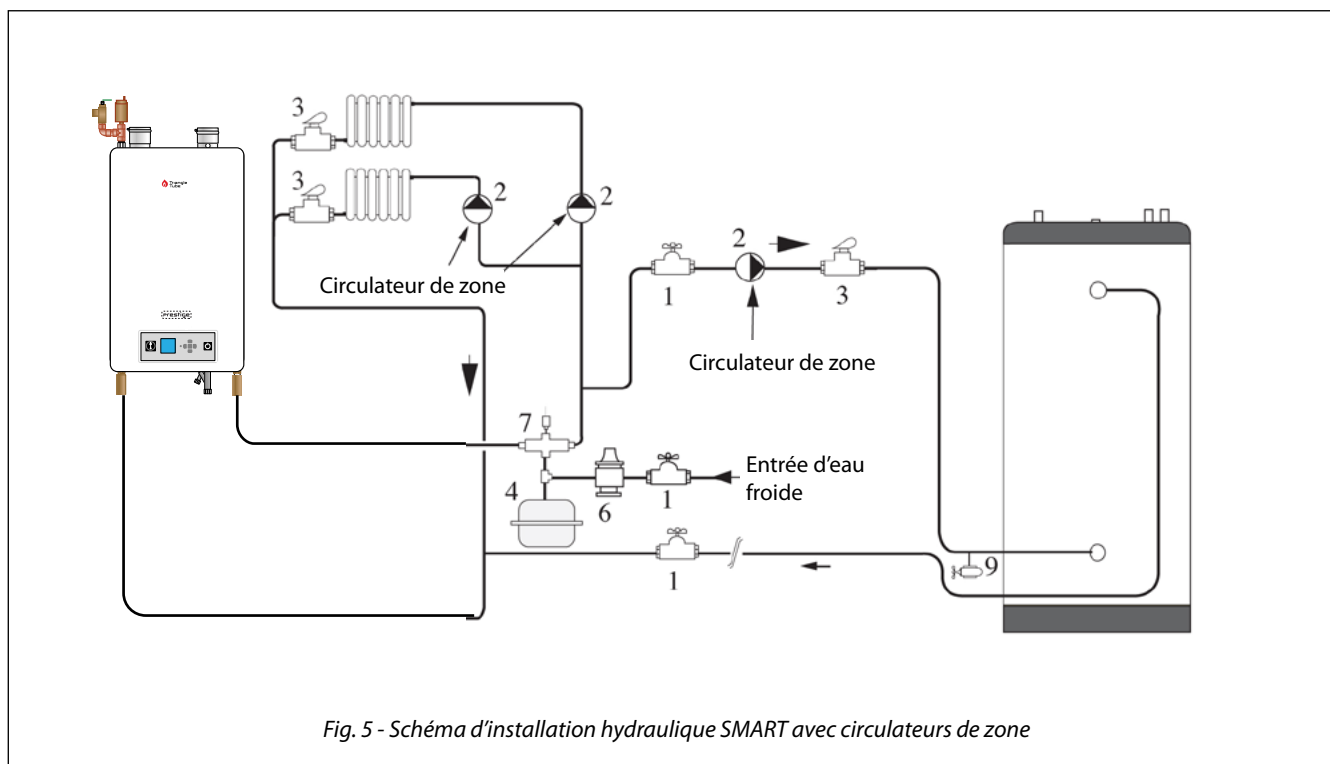

Fig. 5 - Schéma d'installation hydraulique SMART avec circulateurs de zone
- Pour la tuyauterie d'eau de chauffage, se référer à « *Fig. 7* » à la *page 11* à « *Fig. 10* » à la *page 13* « *Fig. 5* » à la *page 10*.